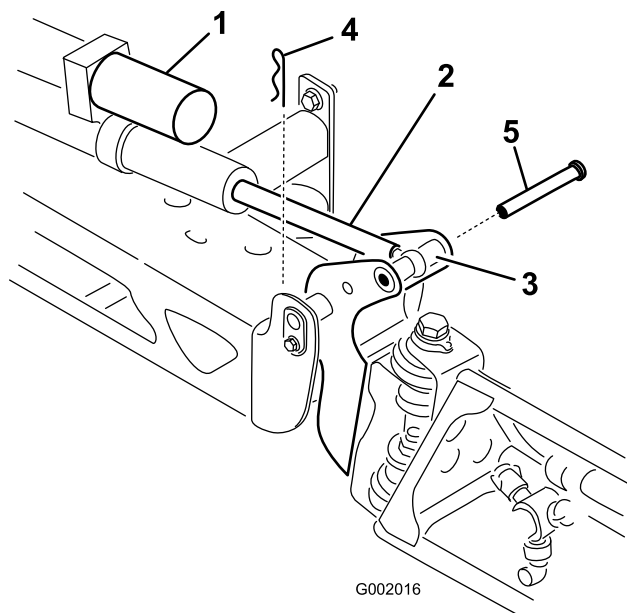

図 43
2. ピボット・ピンからコッター・ピンを抜き取る(図 43)。
ながら、ブームのピボットとアクチュエータ・ロッドにピンを通す(図 43)。
3. ブームを持ち上げて、ピンを外す(図 43)。ブームをゆっくりと床まで降下させる。